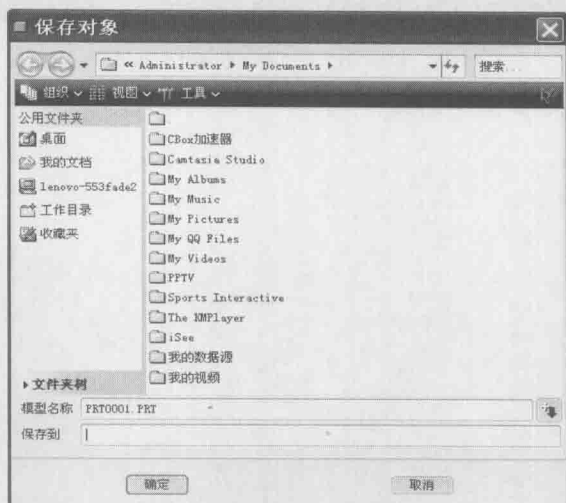

图 1-9 【保存对象】对话框
(1) 单击【保存】图标, 或者选择【文件】→【保存】菜单命令, 将弹出【保存对象】对话框, 如图 1-9 所示。